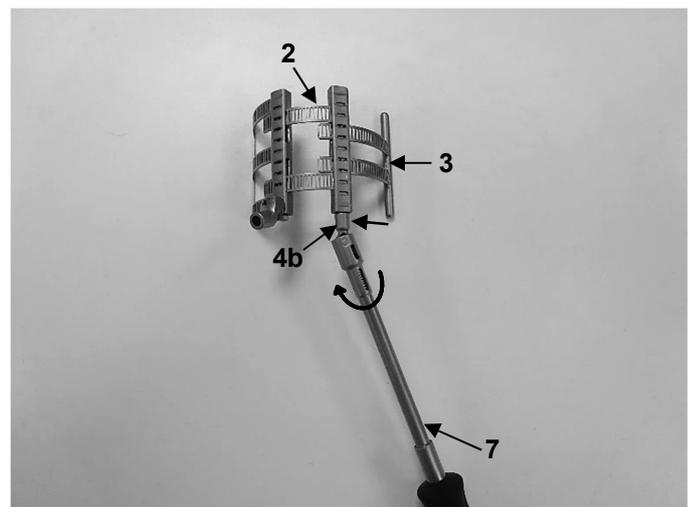

Abb. 15
2. Anschließend das sekundäre Element (3) in das primäre Element (2) einsetzen und mittels Kardan Schraubendreher LMT-4 (7) einfahren. Hierfür die Außensechskantschraube an dem Kastenmodul des primären Elements (4b) mithilfe des Kardan Schraubendrehers LMT-4 (7) gegen den Uhrzeigersinn drehen (Abb. 15).